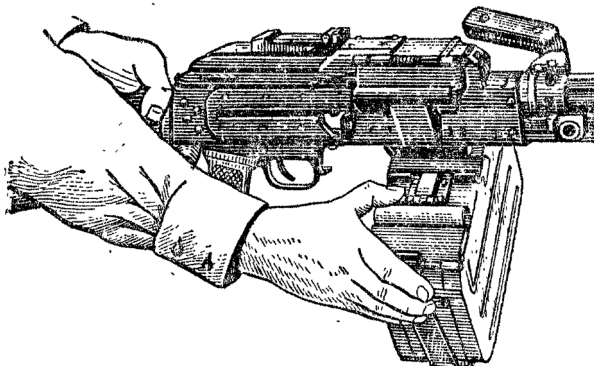

Рис. 3. Отделение коробки с лентой от пулемета
2) Отделить коробку с лентой от пулемета и проветрить, нет ли патрона в патроннике.левой рукой приподнять приклад пулемета, большим пальцем правой руки отвести защелку коробки вправо и отделить коробку с лентой от пулемета (рис. 3). Удерживая пулемет правой рукой за шейку приклада (пулемет ПКТ — снизу за электроспуск), большим пальцем